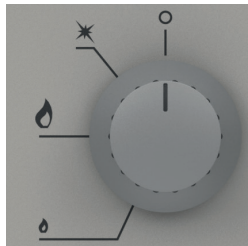

Bild 10. Die Einstellung des Drehknopfes bei welcher ein völliges Abschneiden des Gaszuflusses zu dem Brenner stattfindet
- Man sollte sich vergewissern, ob alle Drehknöpfe der unbenutzten Brenner sich in der Position „der Brenner geschlossen“ (Bild 10) befinden. Die die Herdbrenner steuernden Drehknöpfe befinden sich auf der rechten Seite des Steuerpanels (Bild 1, Pos.5).
- Nach dem Beenden der Arbeit des Brenners, den Gaszufluss durch das Umdrehen des Drehknopfes (im Uhrzeigersinn) in die Position „geschlossen“ absperren (Bild 10). **Achtung! Bei der Verwendung des Propan-Butan sollte bevor man den Brenner mit Hilfe des Drehknopfes verschließt, das Ventil auf der Flasche verschlossen werden!**